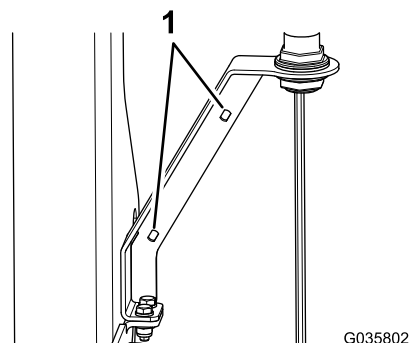

图8
9. 将扎带分别插入警示灯支架的两个孔中（图8），固定电缆。